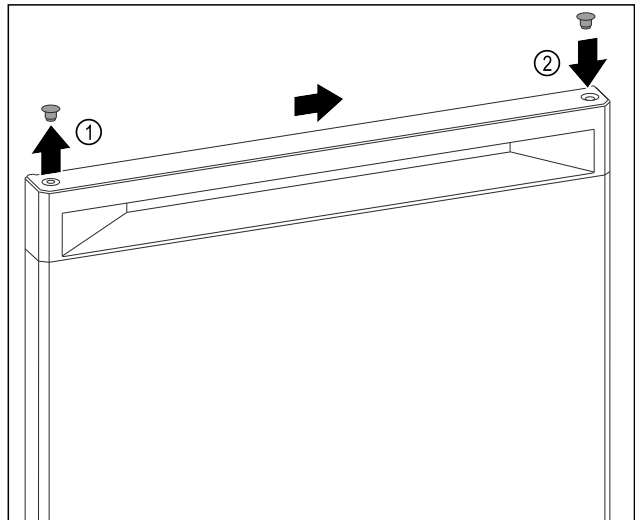

Fig. 9
- Afdekdop van de bovenkant van de deur *Fig. 9 (1)* voorzichtig optillen met een platte schroevendraaier.
- Plaats de afdekdop aan de andere kant. *Fig. 9 (2)*